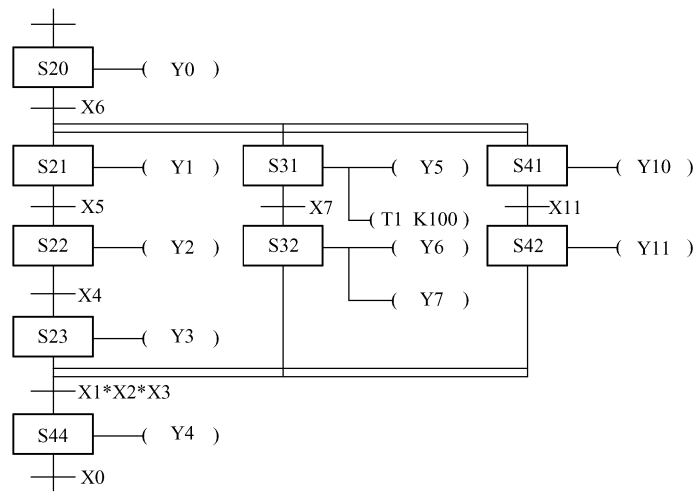

图 5-88 并行性分支状态转移图一
3. 有一并行性分支状态转移图如图 5-88 所示。请对其进行编程。